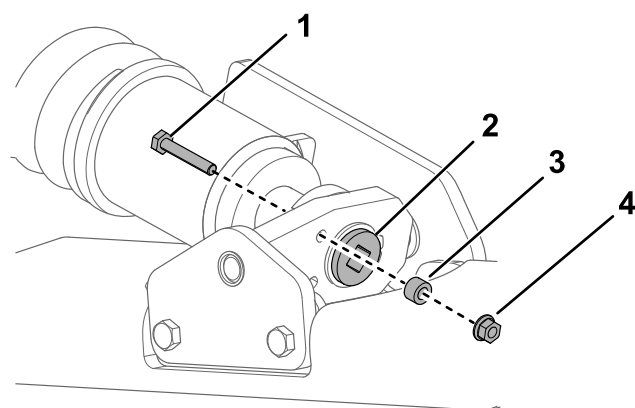
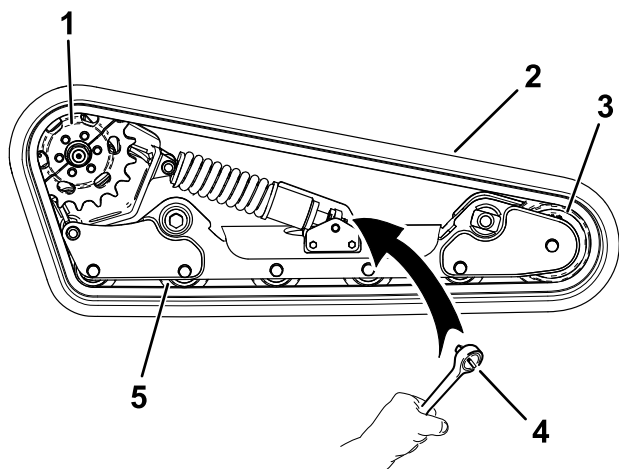

Figure 57
Figure 61
4. Enlevez le boulon de blocage, l'entretoise et l'écrou (Figure 57).
6. Alignez l'encoche la plus proche dans la vis de tension et le trou du boulon de blocage, et fixez la vis avec le boulon et l'écrou de blocage (Figure 57).
7. Enlevez le boulon de blocage, l'entretoise et l'écrou (Figure 57).
8. À l'aide d'une clé à cliquet de ½ pouce, tournez la vis de tension dans le sens horaire pour détendre la transmission (Figure 57 et Figure 61).
9. Retirez les 3 boulons qui fixent la moitié de pignon qui n'est pas engagée sur la chenille (Figure 61).
14. Enroulez la chenille neuve sur la roue avant (Figure 61).
15. Poussez la chenille sous et entre les galets de roulement, puis enroulez-la autour du cadre (Figure 61).